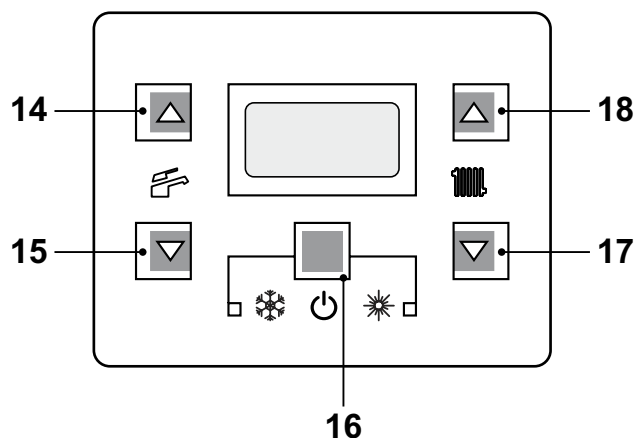
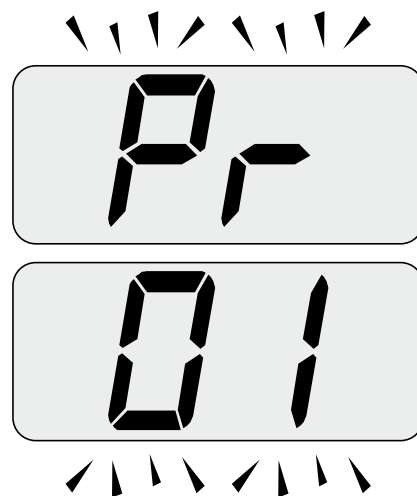
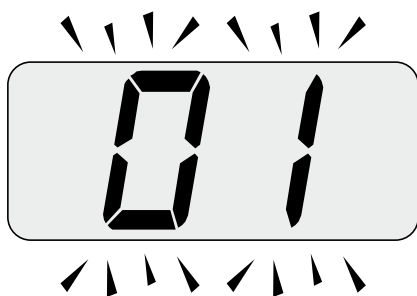

Figura 9.21
Figura 9.22
Figura 9.23
- Entrare in "modalità programmazione" premendo contemporaneamente per 10 secondi i tasti 16 - 17 - 18 (Figura 9.21) fino a far apparire sul display LCD le lettere **Pr** che si alternano con il codice **01** indicanti l'entrata nel "parametro 01"(Figura 9.22).
- Premere contemporaneamente i tasti 16 e 18 (Figura 9.21) fino a far apparire sul display LCD il valore del parametro 01 (Figura 9.23) (01=KONDENS N 25 R o 03=KONDENS N 35 R).
- Premendo contemporaneamente i tasti 16 e 17 (Figura 9.21) si esce senza modificare il valore (ritorno alla lista parametri Figura 9.22)
- Premendo contemporaneamente per 10 secondi i tasti 16 - 17 - 18 (Figura 9.21) si esce dalla "modalità programmazione".